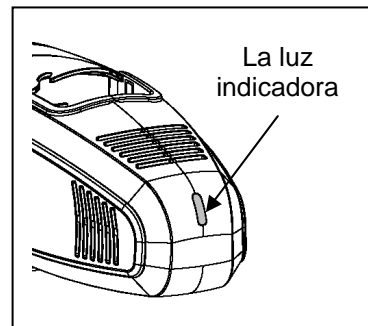

Fig. 5
- Tenga en cuenta la luz indicadora que esta en la parte de atras de la bomba. Esta luz indica si si o no la UV está encendida o apagada. Fig. 5